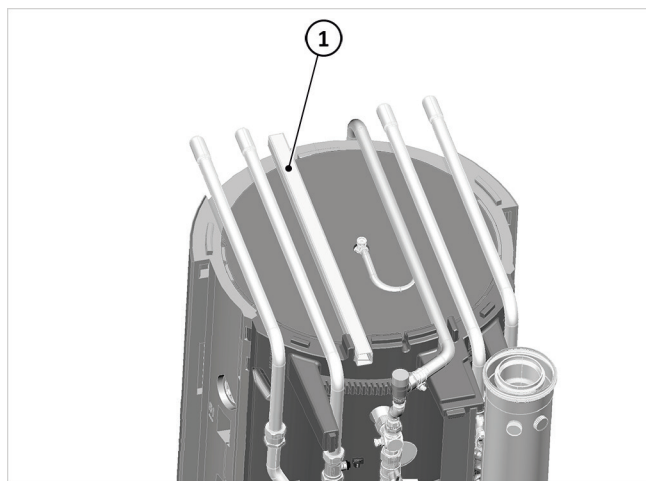

Fig. 102 : goulotte de câble
1. Faire sortir le câble Modbus du boîtier de raccordement à travers la goulotte de câble → fig. 102 (1) dans la zone du couvercle.